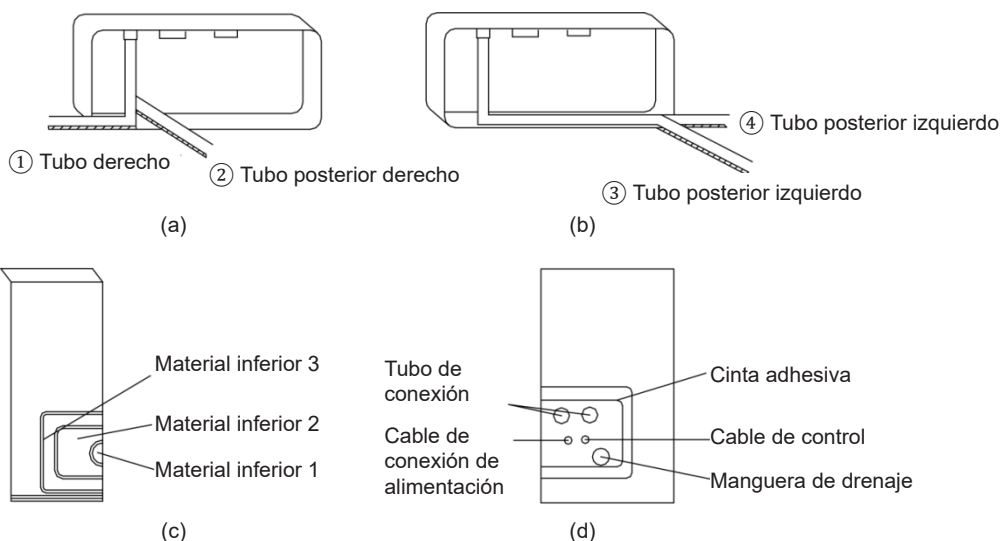

Fig. 5.6
- (1) Al direccionar las tuberías y el cableado del lado izquierdo o derecho de la unidad interior, es necesario cortar las prolongaciones del tubo izquierdo en el soporte de la unidad. (Se muestra en la Fig.5.6).
- (2) Deje que el tubo y el cable pasen por el orificio de la tubería después del ajustado (consulte la Fig. 5.6 (d)).
- (3) Cuelgue el encaje detrás de la unidad interior en el gancho del panel de la pared y mueva la unidad a izquierda y a derecha para comprobar la correcta fijación del cuerpo de la unidad.
- (4) Asegúrese de que la altura de instalación de la unidad interior esté 2,5 m por encima del suelo.